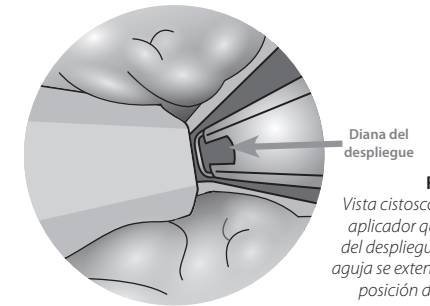

Figura 4
2.2.3 Coloque el aplicador de forma que la diana del despliegue (figura 4) esté contra el lóbulo prostático diana en dirección lateral.